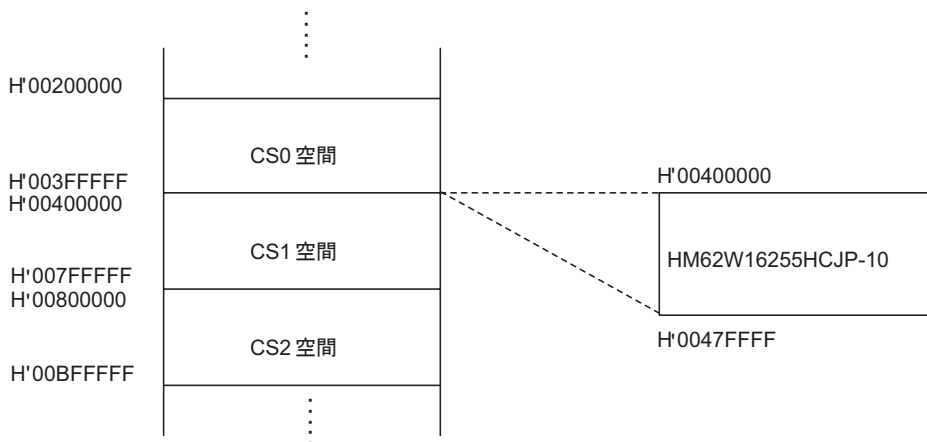

図8 メモリマップ
- (2) 図8に示すように、SH7145のメモリ空間のうち、エリア1 (H'00400000~H'007FFFFFFF) に割り付けます。